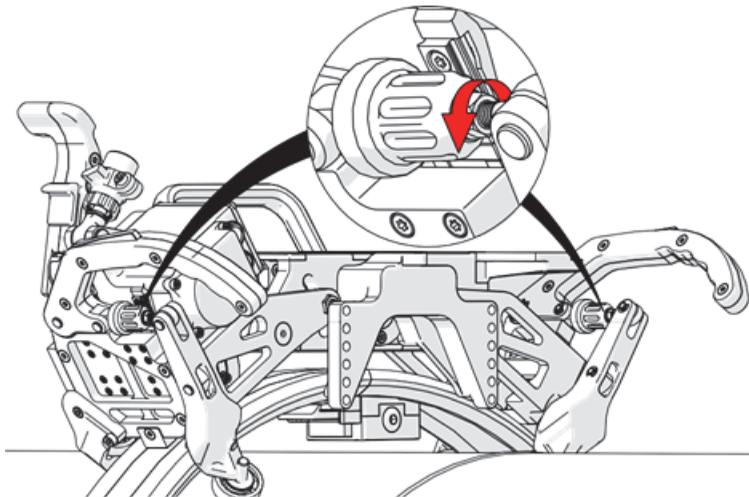

Figure 1-35 Desserrage des verrous des dispositifs d'ajustement des brides
5. Desserrez le verrou du dispositif d'ajustement de bride sur chaque levier (Figure 1-35 à la page 53).